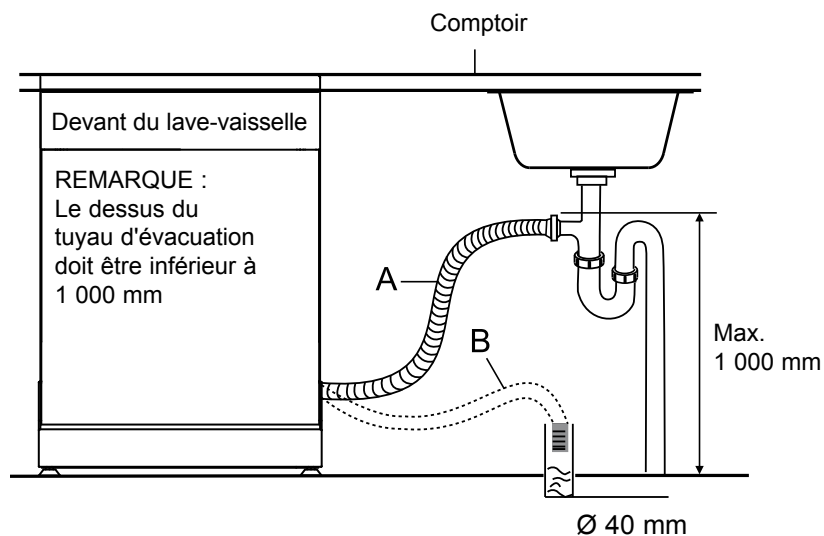

Figure 10
5. S'il n'existe pas de coupure antirefoulement, assurez-vous de suspendre le centre du puits du tuyau d'évacuation bien au-dessus de la base de l'armoire sous l'évier pour empêcher un reflux (consultez la Figure 10 à la page suivante).